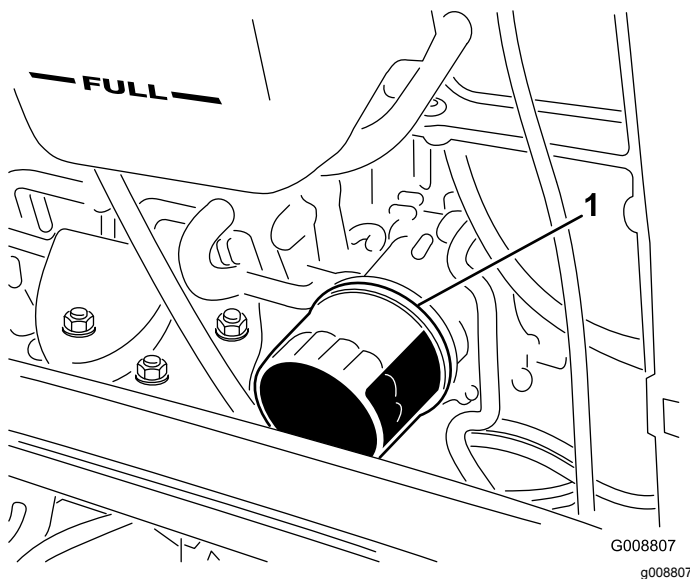

Figura 54
4. Retire o filtro do óleo (Figura 54).